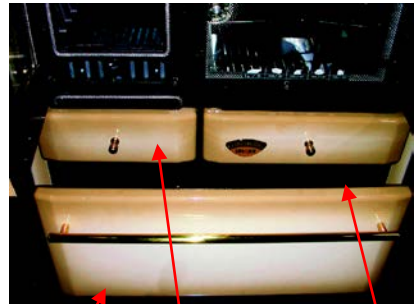

Fig. 10
- Il cassetto ceneri, è situato sotto al focolare e deve essere vuotato dai residui di combustione utilizzando l'apposito guanto, quando l'apparecchio è freddo.(Fig. 10)
La cucina dispone di un cassetto scaldavivande posizionato sotto il forno (Fig. 10).
Il cassettone accessori è situato nella parte inferiore dell'apparecchio e permette di avere uno spazio disponibile per poter riporre gli attrezzi e accessori per il funzionamento dell'apparecchio (Vedi Fig. 10).